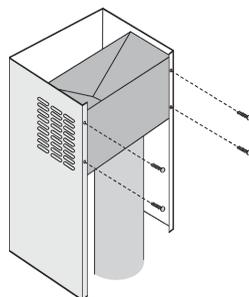

fig.11
2. Positionnez et fixez le déflecteur à l'aide des 4 vis sur la cheminée supérieure (fig. 11).
4. Raccordez un tuyau souple en matière autoextinguible de Ø 150 mm au déflecteur (fig. 11).